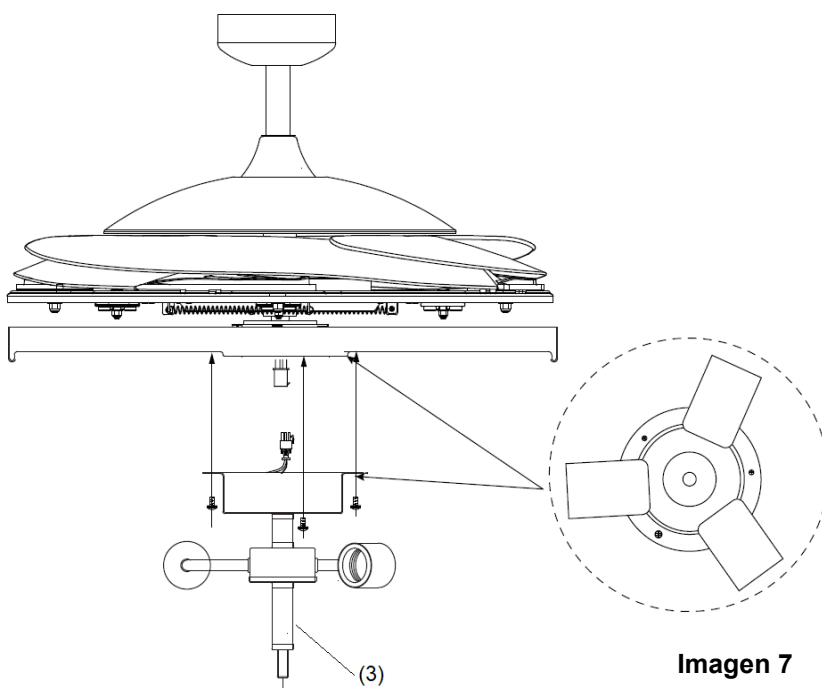

Imagen 7
4. Conecte el conector rápido al soporte de la pantalla (3). (Imagen 7)
5. Asegure el soporte de la pantalla (3) al soporte de la lámpara apretando los 3 tornillos. No apriete en exceso.
6. Instale las bombillas (4) (no incluidas) en los portalámparas. No exceda la potencia nominal máxima.
7. Instale la pantalla seguida de la arandela y la tuerca (6). Apriete la tuerca (6).
8. Instale el embellecedor (7) y apriete la tuerca (8).